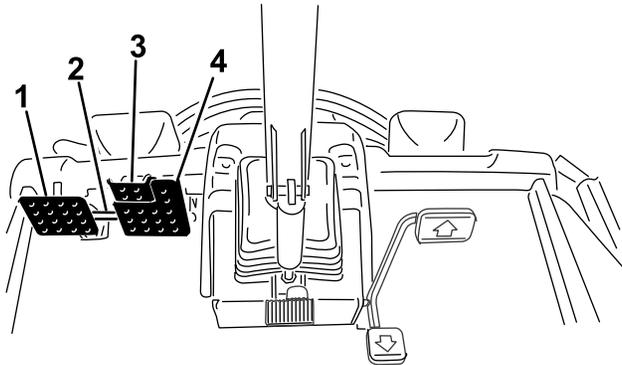

Figura 28
- Desligue a barra de bloqueio dos pedais (Figura 28).